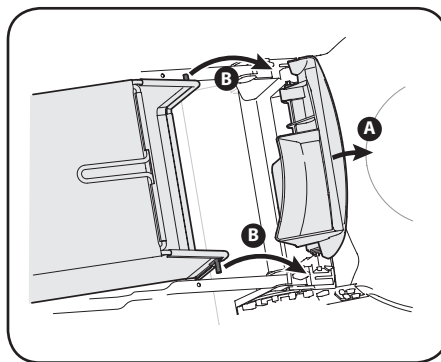

Figure 2-9
- Procédez comme suit pour installer le sac à herbe. Voir la Figure 2-9.